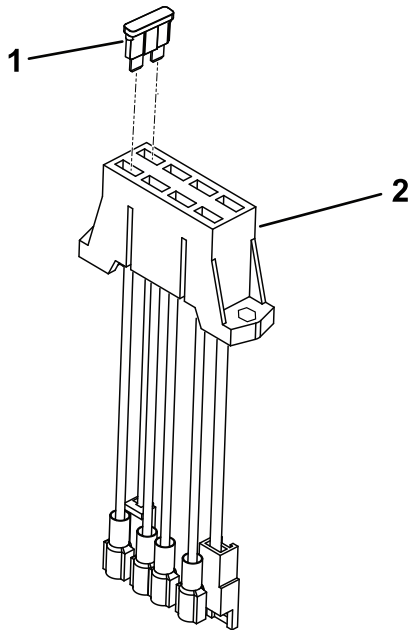

Figure 7
4. Insérez le fusible de 20 A à son emplacement dans le porte-fusibles (Figure 7).